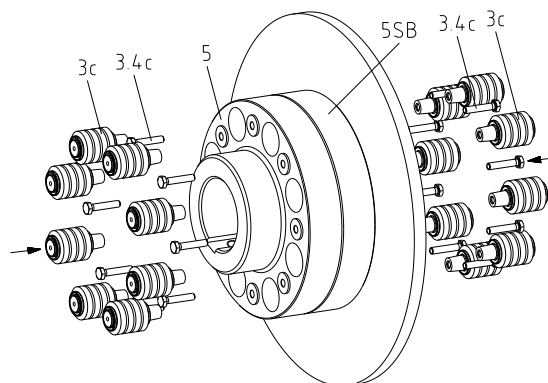

Bild 18
- Sätt in bultarna (komponent 3c) i de större hålen på navet del 5 eller FN nav del 5SB (se bild 18).
- Skruva åt bultarna till hexagon skruvarna (komponent 3.4c) och drag åt dem till de specade momenten i tabell 6 med momentnyckel (se bild 18).